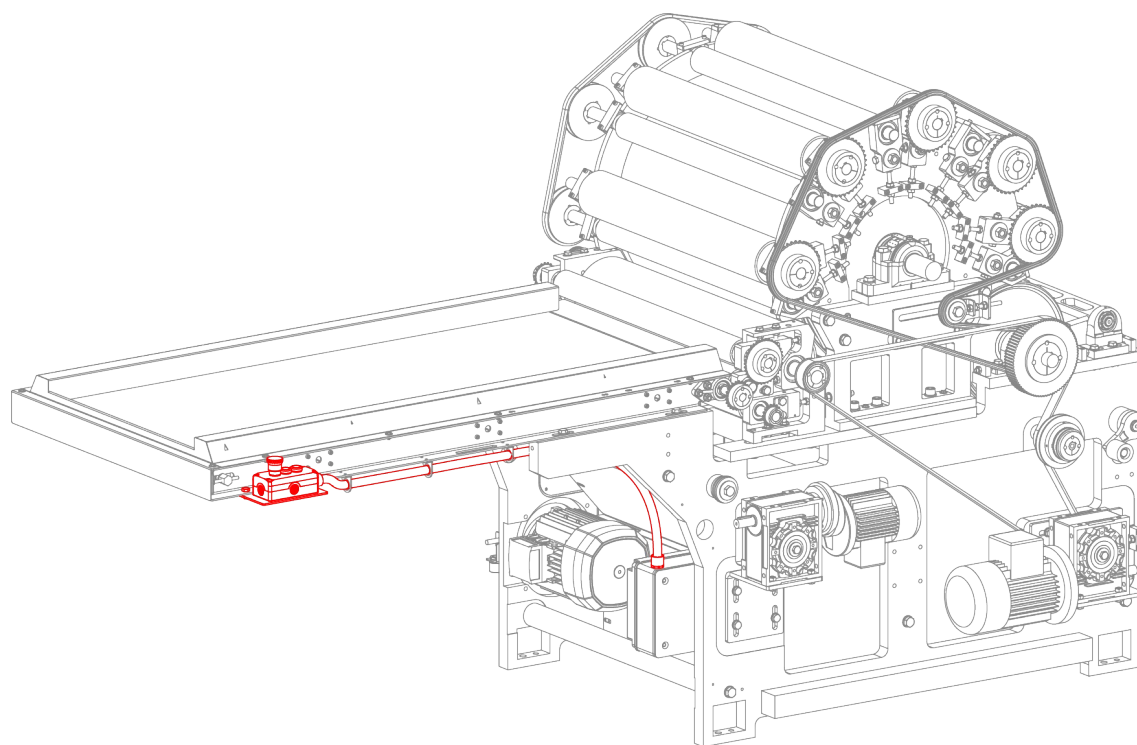

Figura 4.4.3 – Posizionamento e fissaggio della pulsantiera
- Fissare la pulsantiera sul nastro trasportatore di alimentazione (in **rosso** nella Figura 4.4.3).